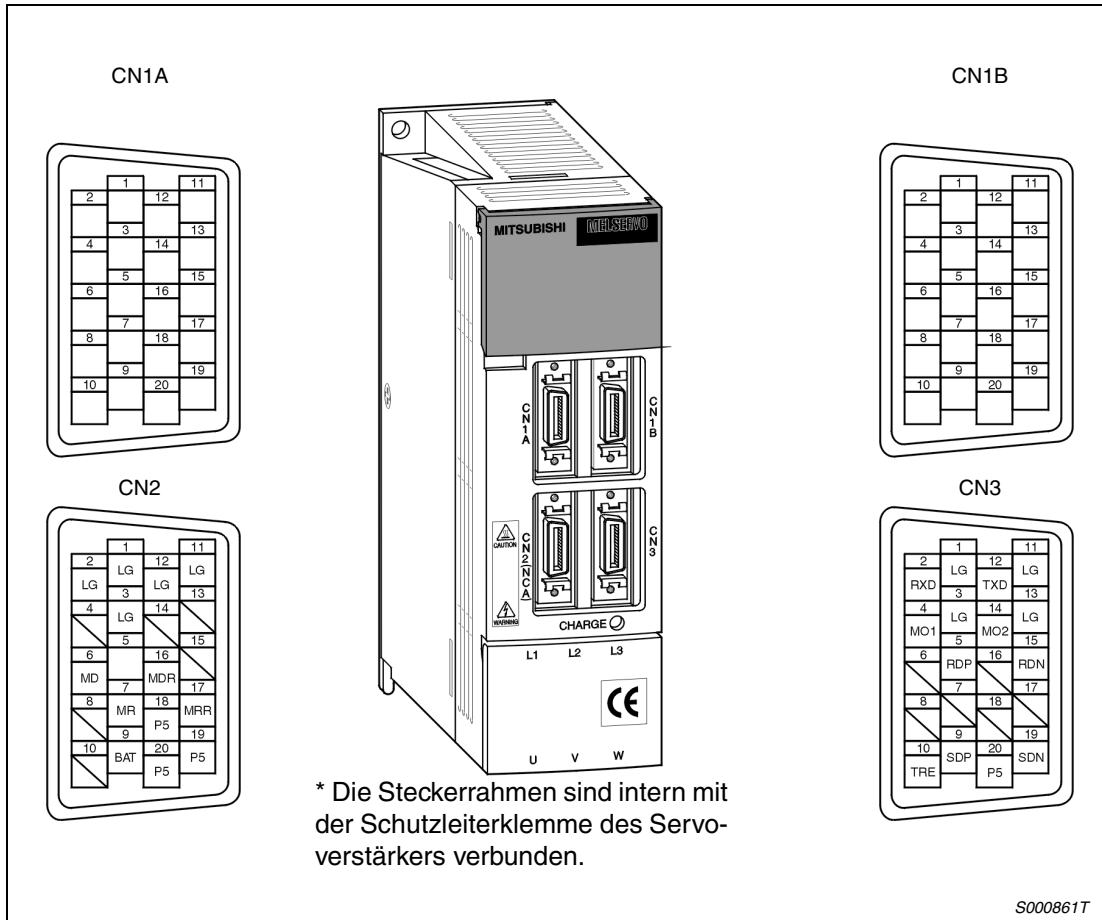

Abb. 3-1: Signalstecker
**HINWEIS** | Die Ansicht der Pinbelegung in der Abb. 3-1 stellt die Sicht von der Lötfläche dar.